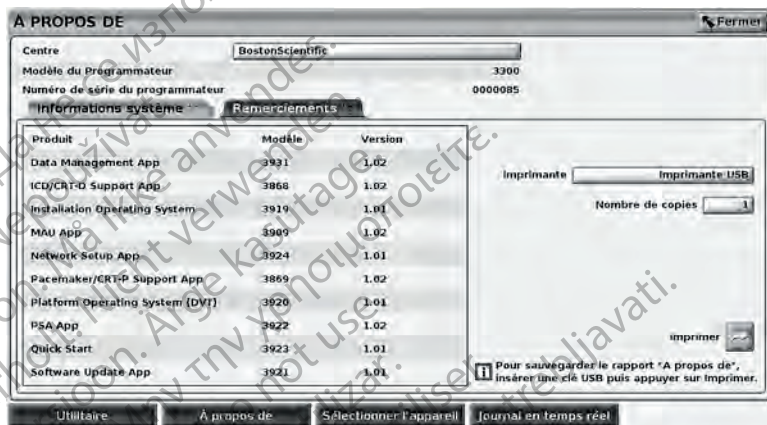

Figure 20. Écran À propos de
- Dans l'écran À propos de (se reporter à la Figure 20 Écran À propos de en page 42), sélectionner une imprimante (USB ou Bluetooth®) et le nombre d'exemplaires puis sélectionner le bouton Imprimer.
Pour sélectionner un GI, commencer par sélectionner le bouton Sélectionner l'appareil qui figure en bas de la Figure 20 Écran À propos de en page 42, pour afficher l'écran SÉLECTIONNER APPAREIL.